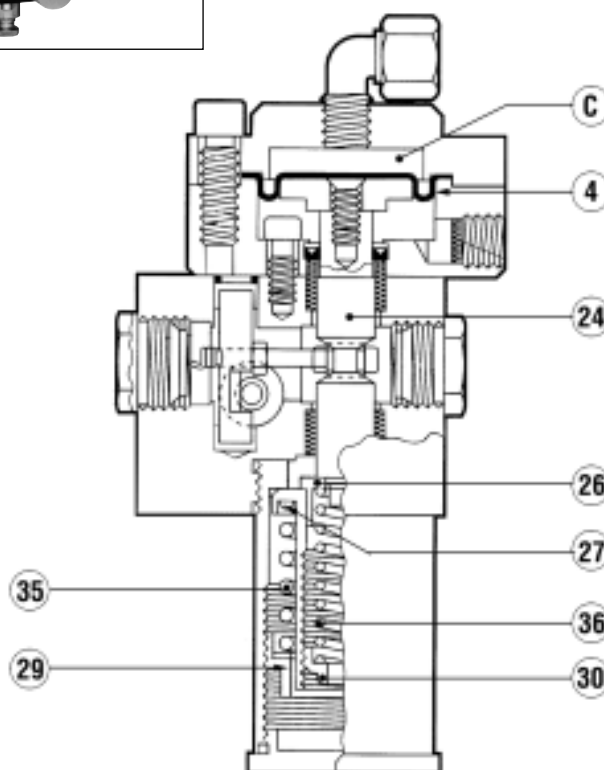

Fig. 7
E' un dispositivo (fig. 7) che blocca immediatamente il flusso del gas se, a causa di qualche guasto, la pressione di valle raggiunge il valore prefissato per il suo intervento.
*This is a device (fig. 7) which immediately blocks the gas flow if, following some kind of failure, the downstream pressure reaches the set-point for its intervention or if it is operated manually.*
- *precision (AG):  $\pm 5\%$  of the pressure set-point for pressure increases,  $\pm 15\%$  for pressure decreases;*